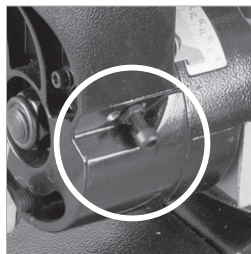

Fig. 18
- Utilice una llave hexagonal para apretar o soltar el tornillo de ajuste según proceda. (**Fig. 18**)